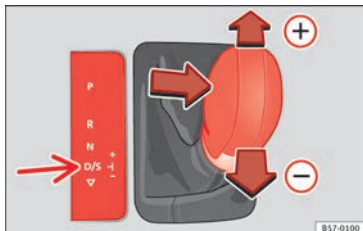

Fig. 176 Console centrale : Changer de vitesses en mode Tiptronic.
- Poussez le levier sélecteur vers l'avant (+) pour passer une vitesse supérieure »» **fig. 176**.